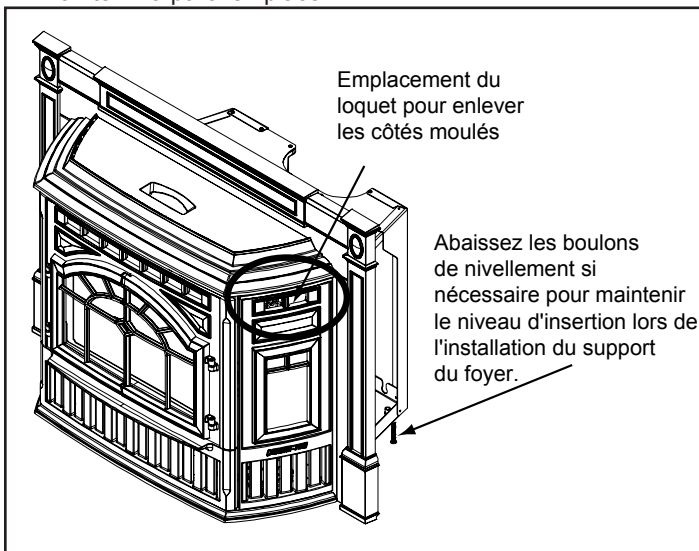

Figure 19.3 – Illustré avec le panneau en fonte installé
1. Une attache est installée au dos de la paroi en fonte, au milieu de son ouverture supérieure (figure 19.3).
8. Enlevez les parois en fonte gauche et droite de l'encasté. **Voir la figure 19.3.**
3. Enlevez les 2 parois en fonte et glissez la garniture assemblée sur l'encadrement assemblé. **Voir figure 19.3 à la page 19.**